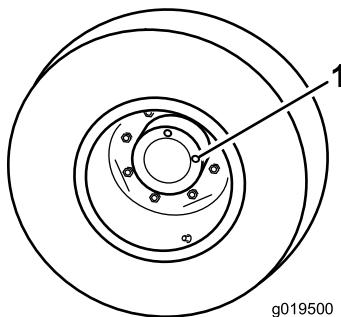

Figura 14
- Con la macchina parcheggiata su terreno pianeggiante, posizionate la ruota in modo che un tappo di controllo (Figura 14) si trovi a ore 12 e l'altro a ore 3.
- Tappo di controllo/spurgo (2)
- Rimuovete il tappo a ore 3 (Figura 14). L'olio deve essere in fondo al foro del tappo di controllo.